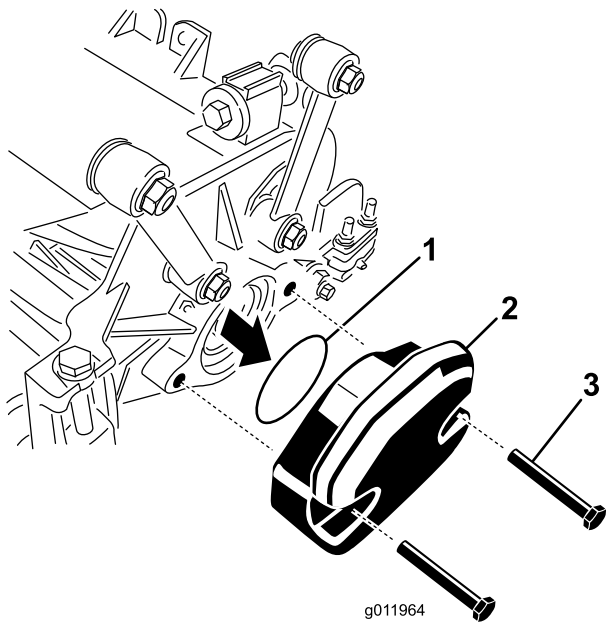

Figure 24
2. Retirez la masse et le joint torique (Figure 24) à l'extrémité intérieure de l'unité de coupe droite.